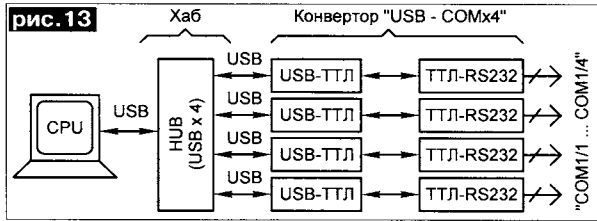

рис. 12
*Расчетная часть.* Поскольку скорость опроса датчиков не очень высокая, то можно отказаться от дорогостоящей PCI-платы расширения COM-портов и заменить ее простым электронным адаптером (рис. 12). В табл. 3 приведены экстраполированные данные согласно информации [http://www.shtrih-yug.ru/tr\\_rs232.html](http://www.shtrih-yug.ru/tr_rs232.html). Для расстояния 60 м и выходного напряжения драйвера ±9 В, что реально для COM-порта, выбирается «крейсерская» скорость 2400 бит/с.